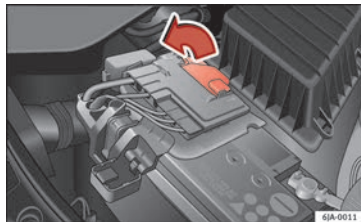

Abb. 210 Batterie: Öffnen der Abdeckung
- Öffnen Sie die Batterieabdeckung in Pfeilrichtung **» Abb. 210**.